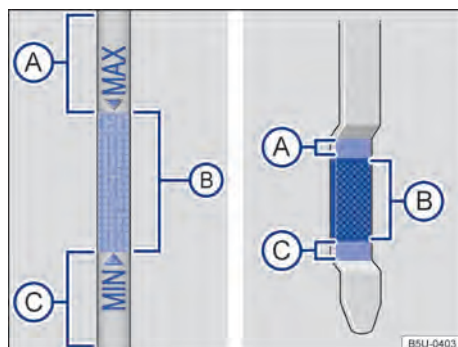

Fig. 202 Vareta de medição do óleo com marcas de nível do óleo do motor.
7. Retirar novamente a vareta de medição do óleo e ler o nível do óleo do motor na vareta de medição → Fig. 202 da seguinte maneira:
13. No final do processo de abastecimento do óleo, o nível do óleo do motor deve estar, ao menos, no meio da área → Fig. 202 , mas jamais acima da área  → .
- Não ligar o motor se o nível do óleo do motor estiver acima da área → Fig. 202 . Procurar auxílio técnico especializado. Caso contrário, o catalisador e o motor podem ser danificados! ▶
O nível do óleo do motor não deve em nenhuma hipótese ultrapassar a área → Fig. 202 . Com o nível acima dessa área, o óleo pode ser aspirado pela ventilação do cárter, sendo lançado na atmosfera pelo sistema de escape. Além disso, o óleo pode ser queimado dentro do catalisador, danificando-o.
Em caso de alta demanda do motor, o nível do óleo do motor deve estar o mais próximo possível da área → Fig. 202  – sem ultrapassar, como, por exemplo, em longas conduções em estrada durante o verão ou durante travessias de montanhas.